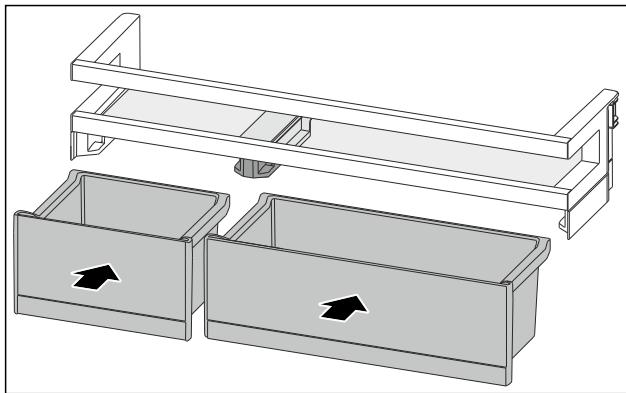

Fig. 115
- VarioBoxen in getauschter Anordnung einsetzen. (siehe Fig. 115)